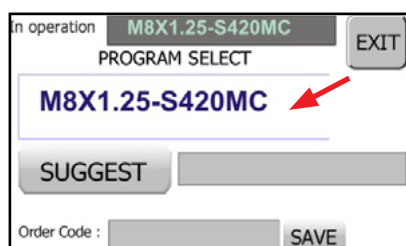
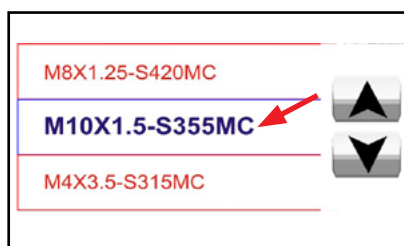

FIG. 4
FIG. 5
- Appuyer sur la case centrale (Fig. 4). Un menu déroulant apparaît (Fig. 5)
- Sélectionner un programme dans le menu déroulant (Fig. 5)